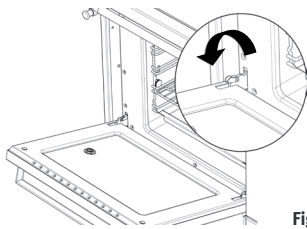

Fig. 65
- Ouvrir complètement la porte du four, rabattre les clips des charnières de porte vers l'avant (Fig. 65).